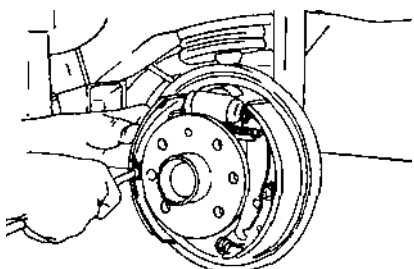

Рис. 7.42.
- снять стопорную шайбу (нажав на нее и повернув на четверть оборота) и пружину с опорной стойки передней колодки (рис. 7.42). (на рисунке показаны детали колесного